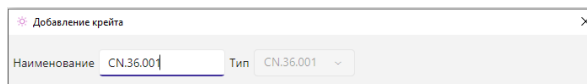

Рисунок 9.3.2 - Именованние крейта.
- b. Назначьте крейту разборчивое имя для простоты идентификации его при дальнейшей работе с проектом (см. рисунок 9.3.2).